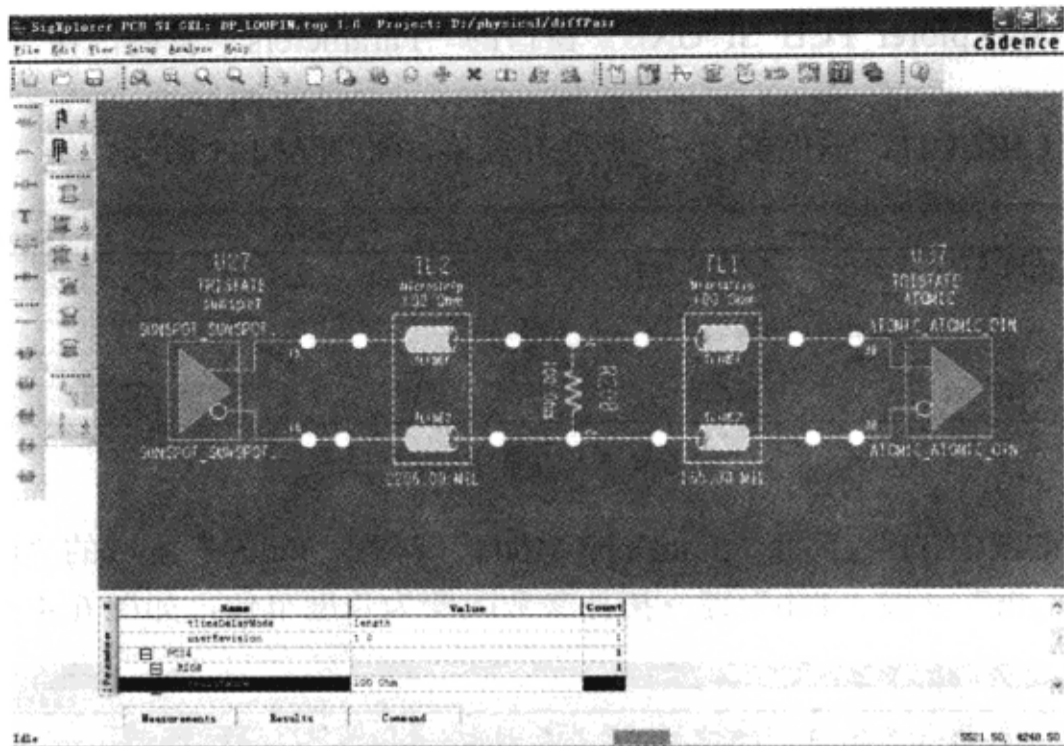

图 6-4-7 调整拓扑
(1) 在“SigXplorer PCB SI GXL”窗口重新调整拓扑，如图6-4-7所示。